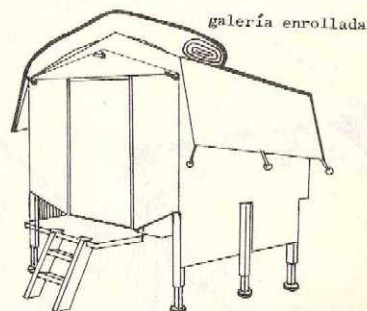

fig. 20
13. Para colocar la estructura con las lonas en su posición definitiva, es decir en los cuatro parantes esquineros de litera, se puede operar de dos maneras: si el armado lo realizan sólo dos personas, podrán levantar la estructura tomando de los caños por ambos extremos al centro, equilibrando el conjunto. Si las personas son cuatro pueden izarlo desde las cuatro esquinas hasta hacer coincidir la estructura con los parantes (fig.20).